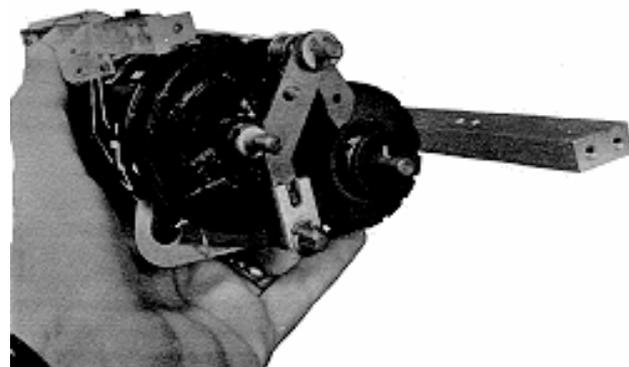

Figura 20. Preparación para montaje de la placa lateral
- Colocar el pasador sobre la palanca de puesta a cero con una hendidura en el brazo de puesta a cero. Ver figura 20.
- Mantener el conjunto indicador como se indica en la figura 20 y colocar una cinta de caucho alrededor del conjunto para sostenerlo. Asegurarse de que el pasador en el conjunto palanca de puesta a cero queda colocado en la ranura del brazo de puesta a cero.